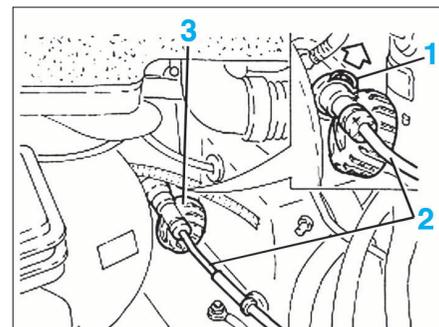

FIG. 2
• Soulever l'agrafe (1) de la canalisation (2) du cylindre émetteur et la débrancher (Fig.2).